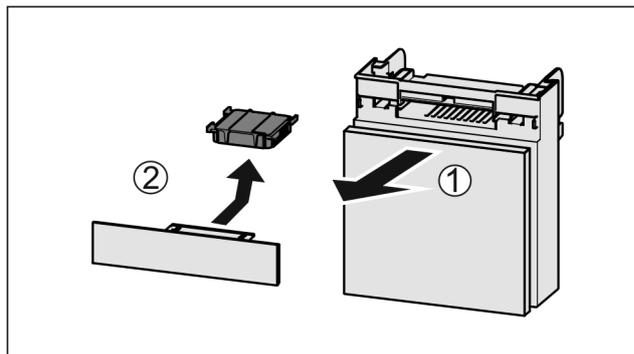

Fig. 171
- ▶ Потягніть Fig. 171 (1) відділення вперед.
- ▶ Витягнути Fig. 171 (2) фільтр з активованого вугілля.